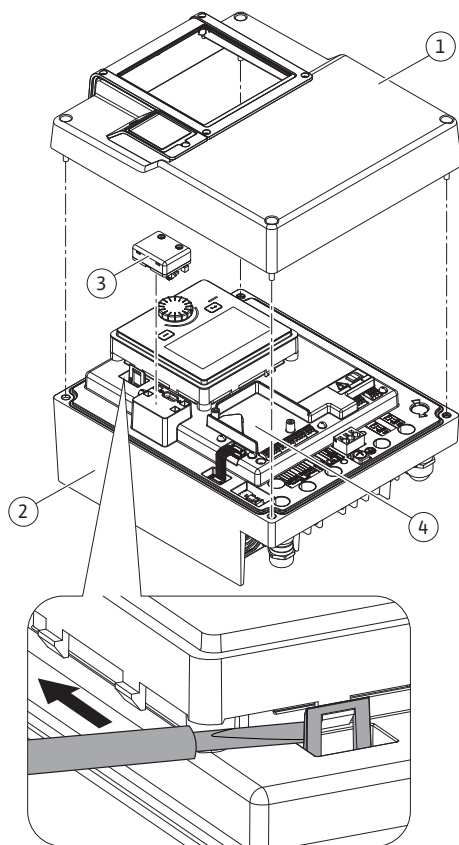
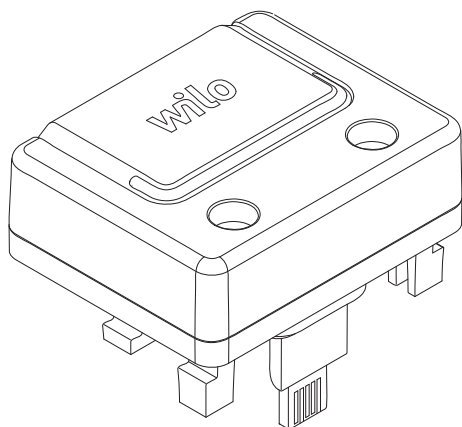

Fig. 25: Elektronski modul
Fig. 26: Wilo-Smart Connect modul BT
1. Pomoću alata (npr. odvijačem) pažljivo otvoriti kukice za zabavljanje (Fig. 25).
Bluetooth interfejs Wilo-Smart Connect modula BT (Fig. 25, poz. 3 i Fig. 26) se koristi za povezivanje sa mobilnim uređajima kao što su pametni telefoni i tableti. U aplikaciji Wilo-Assistant postoji funkcija Wilo-Smart Connect. Funkcijom Wilo-Smart Connect se može rukovati pumpom, mogu se vršiti podešavanja i očitavati podaci pumpe. Za podešavanja vidi poglavlje „Puštanje u rad“ [► 47].
1. Otpustiti četiri zavrtnja gornjeg dela elektronskog modula (Fig. 25, poz. 1; Fig. I, poz. 2).
3. Wilo-Smart Connect Modul BT utaknuti u predviđeni interfejs Wilo-Connectivity Interface. Vidi Fig. 25, poz. 3.
CIF moduli (dodatna oprema) služe za komunikaciju između pumpi i sistema upravljanja zgradom. CIF moduli se uključuju u elektronski modul (Fig. 25, poz. 4)